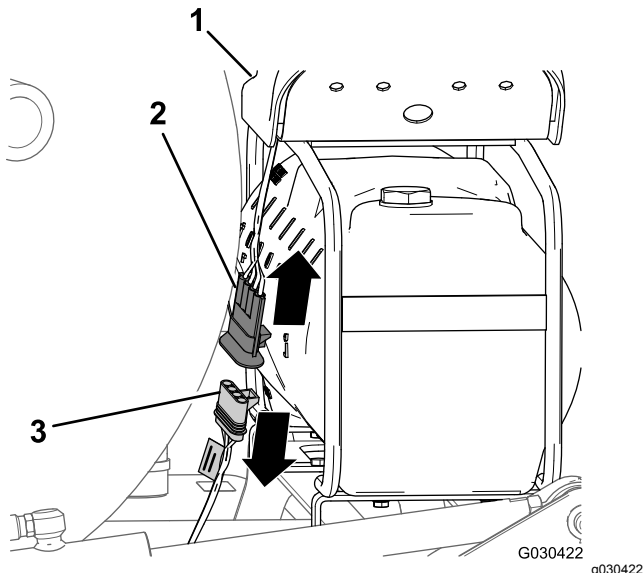

Figure 4
1. À l'arrière du réservoir du traceur à mousse, localisez le faisceau de câblage sur le compresseur (Figure 4).
2. Débranchez le connecteur à 4 broches du faisceau du compresseur du connecteur à 4 douilles du faisceau de câblage arrière de la machine (Figure 4).